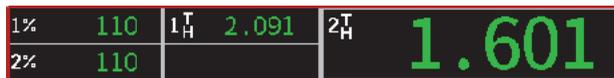

Figure 4-7 Barre de lecture des mesures encadrée en rouge
1. Dans le A-scan, appuyez sur la touche de tabulation (→) pour sélectionner la barre de lecture des mesures et l'encadrer en rouge (voir Figure 4-7 à la page 50).